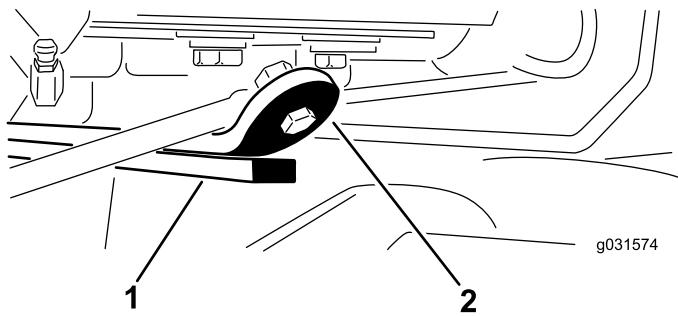

Figura 14
3. Arranque el motor, eleve las unidades de corte y compruebe que la holgura entre la pletina que está encima de la barra de desgaste de la unidad de corte trasera y la pletina de amortiguación es de 0,51 a 2,54 mm, tal y como se muestra en la Figura 14.